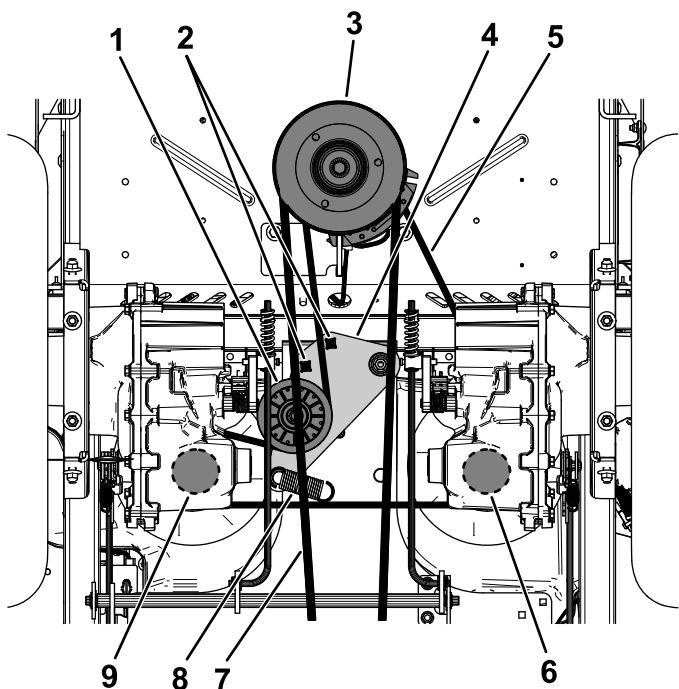

Figura 67
5. Utilice una llave de carraca de 1/2" o similar en uno de los taladros cuadrados del brazo tensor para aliviar la tensión del muelle tensor (Figura 67).
6. Retire la correa existente de la polea tensora, de las 2 poleas de transmisión de la bomba hidráulica y de la polea del motor (Figura 67).
7. Instale la correa nueva alrededor de la polea tensora, la polea del motor y de las 2 poleas de la bomba hidráulica (Figura 67).